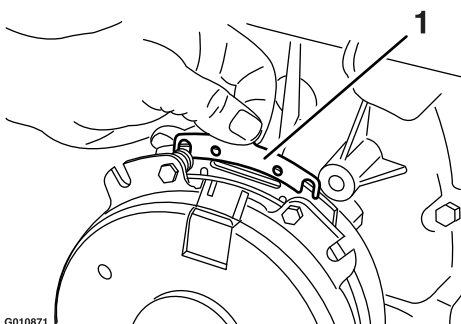

Figura 78
- B. Usando un alicate de punta fina, o a mano, sujete la pestaña y retire el suplemento (Figura 78).
Retire cualquier acumulación de hierba, suciedad u otros residuos de la rejilla del motor. Esto ayuda a asegurar una refrigeración adecuada y una velocidad de motor correcta, y reduce la posibilidad de sobrecalentamiento y daños mecánicos al motor (Figura 78).